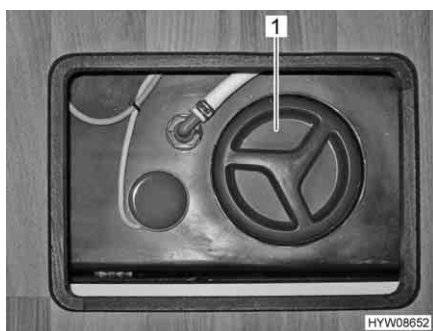

Fig. 174 Apertura per la pulizia (serbatoio delle acque grigie)
**Ubicazione** Il serbatoio delle acque grigie si trova nel gradino del letto in coda (Fig. 174). All'apertura per la pulizia si accede dallo sportello del pavimento.
- A questo scopo aprire l'apertura per la pulizia (Fig. 174,1) per il serbatoio delle acque grigie e il rubinetto di scarico.